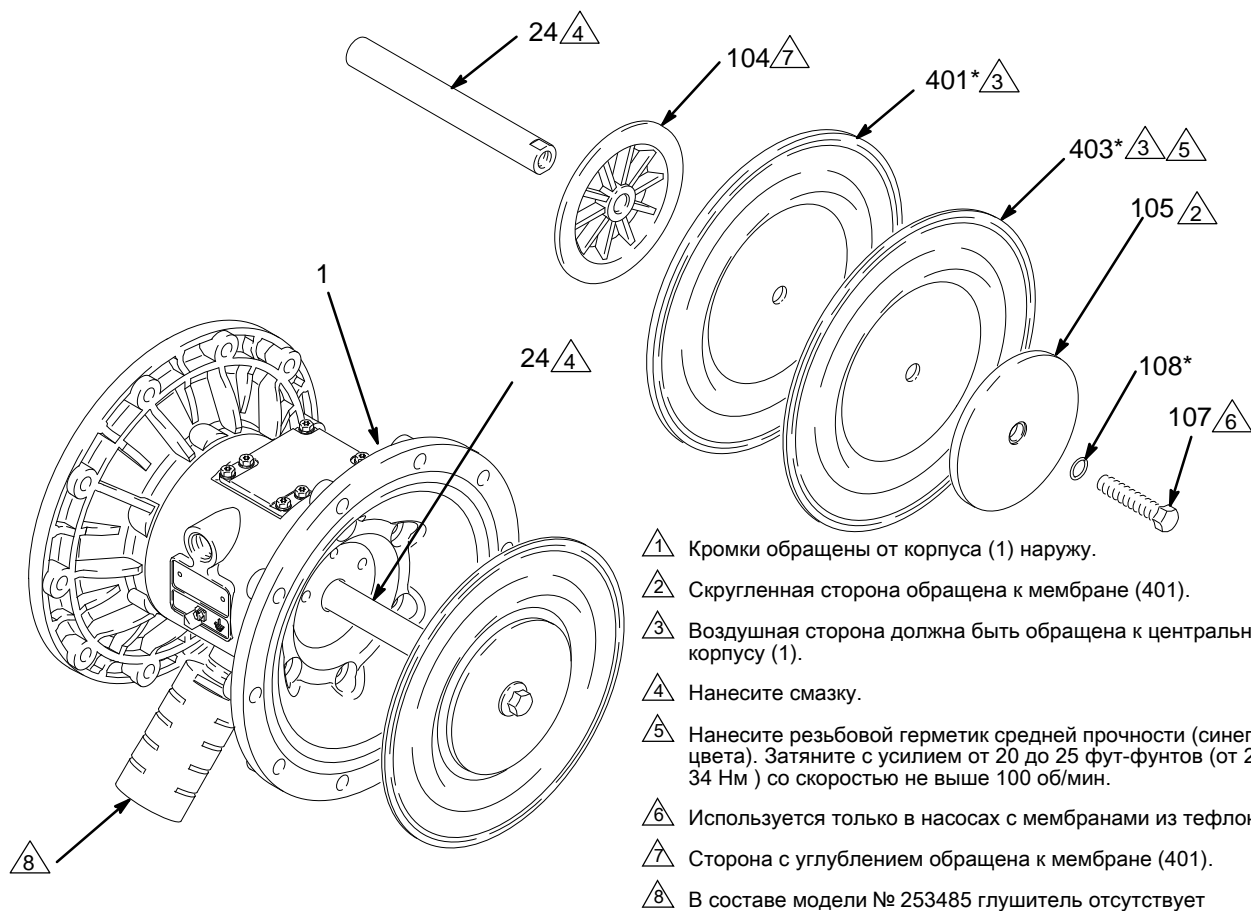
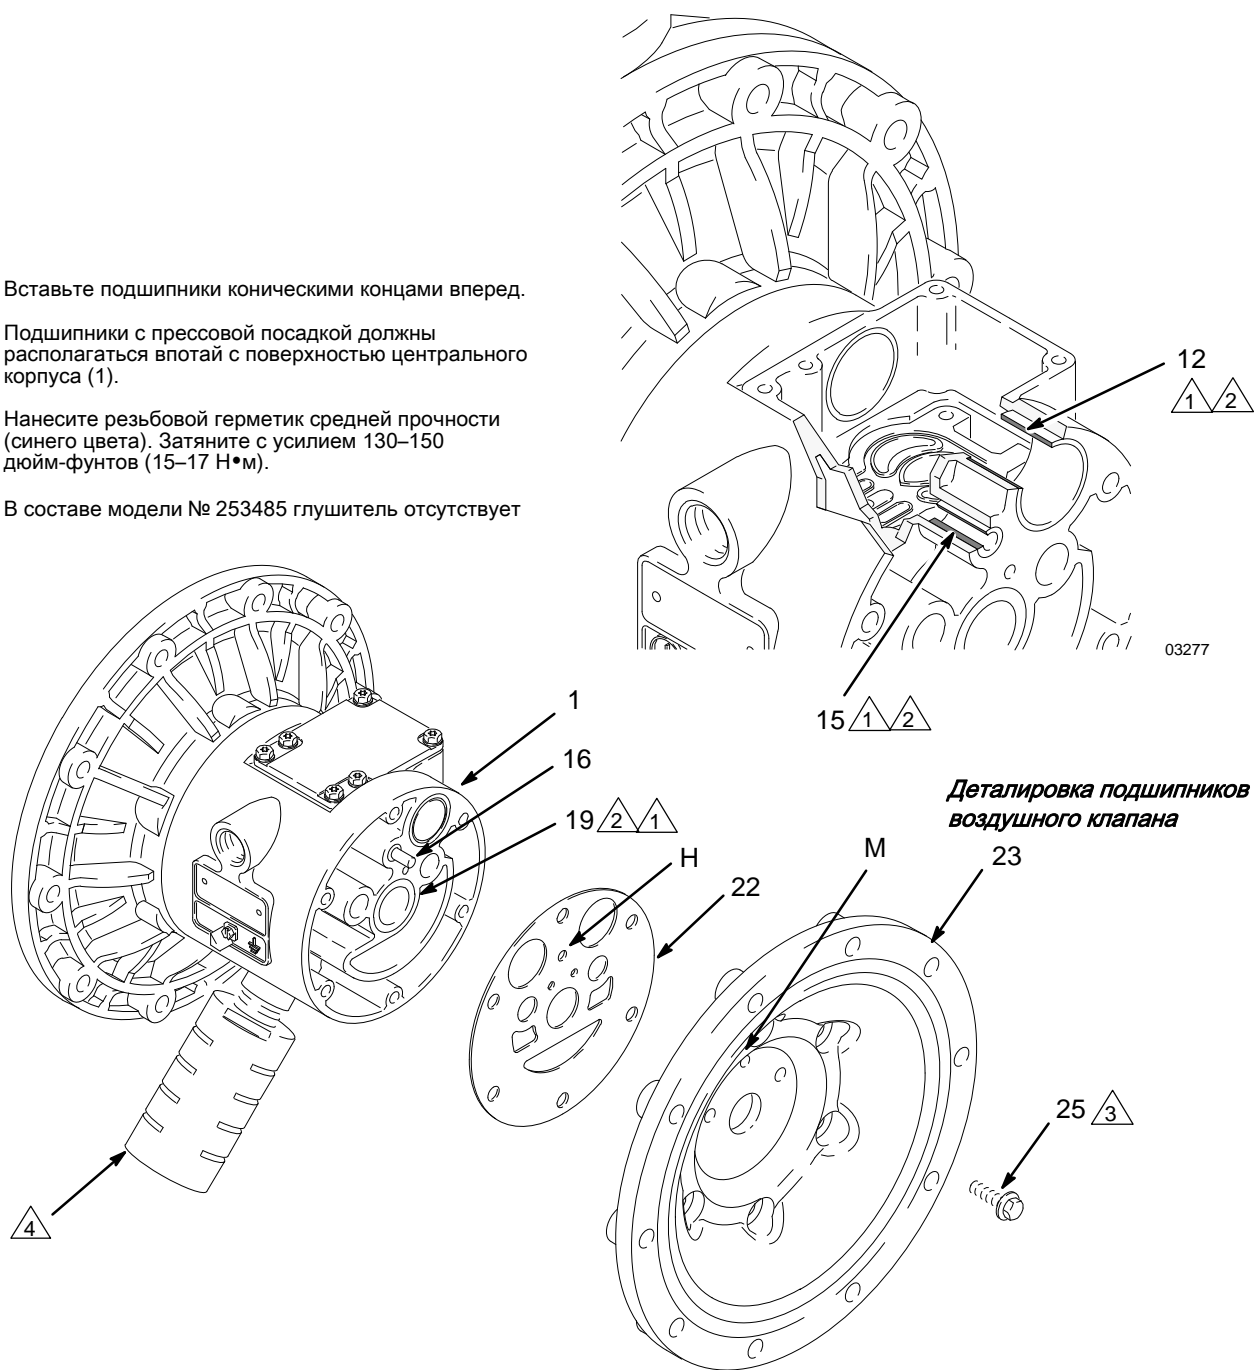

Рис. 12
Рис. 13
4. Ослабьте затяжку, но не выкручивайте полностью болты вала мембраны (107), используя для обоих болтов торцевой ключ на 15 мм (1" для моделей из нержавеющей стали). **ПРИМЕЧАНИЕ:** Это действие не относится к насосам с многослойными литыми мембранами.
5. Выверните один болт из вала мембраны (24) и снимите уплотнительное кольцо (108), пластину мембраны на жидкостной стороне (105), мембрану из тефлона (403), мембрану (401) и пластину мембраны воздушной стороны (104). См. Рис. 12.
1. Установите сальники u-образного сечения вала (402*) так, чтобы их кромки были обращены **наружу** корпуса (1). Нанесите смазку на уплотнения. См. Рис. 12.
2. Установите узел мембраны на один из концов вала (24) следующим образом. *Для насосов с многослойными литыми мембранами переходите сразу к действию g.*
a. Установите уплотнительное кольцо (108*) на болт (107) вала.
b. Установите на болт пластину (105) мембраны со стороны жидкости таким образом, чтобы закругленная сторона была обращена к мембране (401).
c. *Только на моделях из тефлона:* установите мембрану из тефлона (403*). Убедитесь в том, что сторона с маркировкой AIR SIDE (СТОРОНА ПОДАЧИ ВОЗДУХА) обращена к центральному корпусу (1).
d. Установите мембрану (401*) на болт. Убедитесь в том, что сторона с маркировкой AIR SIDE (СТОРОНА ПОДАЧИ ВОЗДУХА) обращена к центральному корпусу (1).
e. Установите пластину мембраны (104) с воздушной стороны таким образом, чтобы сторона с углублением была обращена к мембране (401).
f. Нанесите на резьбу болта (107) резьбовой герметик средней прочности (синего цвета). Заверните болт (107) в вал (24) и затяните его от руки.
g. *Для многослойных литых мембран:* Установите пластину (104) с воздушной стороны на мембрану (403). Широкая закругленная сторона пластины должна быть направлена в сторону мембраны. Нанесите резьбовой герметик средней прочности (синего цвета) на резьбу узла мембраны. Заверните узел в вал (24) и затяните его от руки.
3. Нанесите на вал мембраны (24) смазку по всей длине и на оба конца вала и вставьте его через корпус (1).
5. С помощью торцевого гаечного ключа на 10 мм выверните винты (25) крепления крышки воздушной секции (23) к центральному корпусу (1). См. Рис. 13.
6. Извлеките прокладки крышки воздушной секции (22). Всегда заменяйте прокладки новыми.
7. С помощью съёмника подшипников снимите подшипники (19) вала мембраны, подшипники (12) воздушного клапана или подшипники (15) направляющих штифтов. Не снимайте неповрежденные подшипники.
8. Если вы сняли подшипники (19) вала мембраны, введите в центральный корпус (1) съёмник уплотнительных колец, подцепите П-образные уплотнения (402) и извлеките их из корпуса. Осмотрите уплотнения. См. Рис. 12.
1. Если вы снимали сальники вала с u-образным сечением (402*), то установите их на место так, чтобы их кромки были обращены *наружу* корпуса (1).
2. Подшипники (12, 15 и 19) имеют коническую форму, поэтому установить их можно только одним способом. Вставьте подшипники в центральный корпус (1) **коническими концами вперед**. Используя пресс или блок и резиновый молоток, установите подшипник с прессовой посадкой так, чтобы он находился на одном уровне с поверхностью центрального корпуса.
4. Совместите новую прокладку (22) крышки воздушной секции так, чтобы направляющий штифт (16), выступающий из центрального корпуса (1), прошел через соответствующее отверстие (Н) в прокладке.
5. Совместите крышку (23) воздушной секции так, чтобы направляющий штифт (16) попал в среднее отверстие (М) из трех небольших отверстий, расположенных возле центра крышки. Нанесите резьбовой герметик средней прочности (синего цвета) на резьбу винтов (25), установите винты и затяните их от руки. См. Рис. 13. Используя торцевой ключ на 10 мм, равномерно затяните противоположные винты с усилием 130–150 дюйм-фунтов (15–17 Н•м).